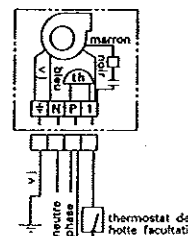

figure 7
- L'utilisateur préfère avoir un accès plus facile au réglage du thermostat. Il se met en place sans pour autant démonter celui livré sur l'appareil. Son raccordement électrique est facilité par une attente prévue sur le connecteur (figure 7).